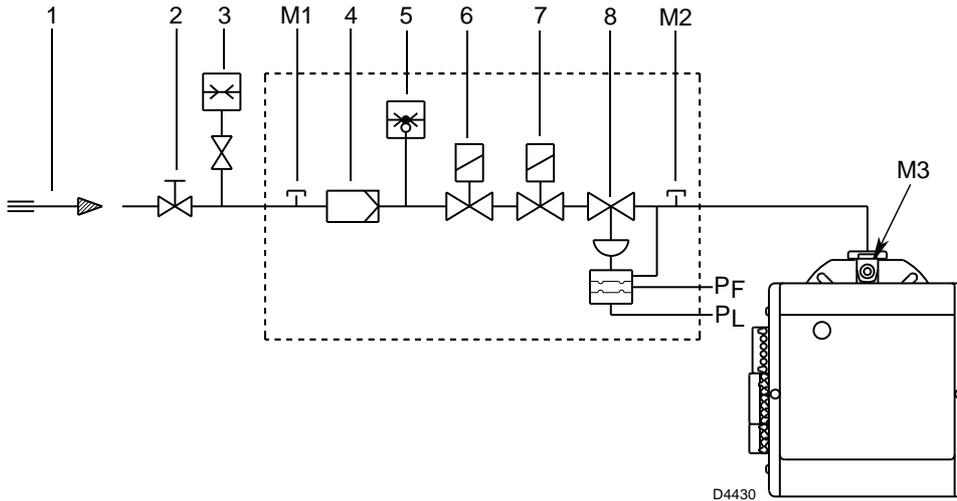

Fig. 14
Leyenda (Fig. 14)
Presión del gas medida en la toma M3)(Fig. 14), con:
- sustraer de la presión del gas en la toma M3)(Fig. 14) la presión en la cámara de combustión.
Presión del gas en la toma M3)(Fig. 14) = 10 mbar
Para conocer la presión del gas necesario en la toma M3)(Fig. 14), fijada la potencia máxima de modulación a la cual se desea que funcione el quemador:
- Leer a la derecha, columna 1, la presión en la toma M3)(Fig. 14).